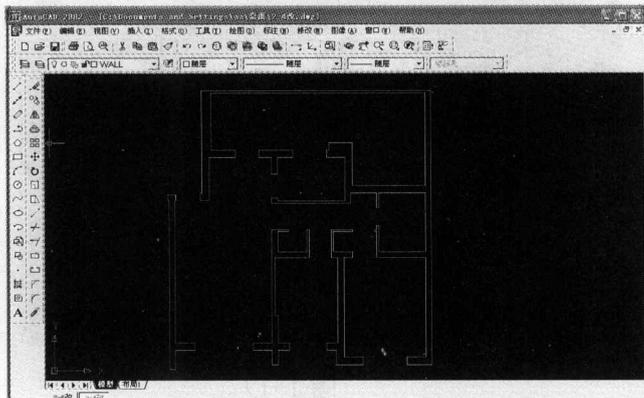

图 1-14
(4) 回到 CAD 中, 将文件命名为窗文件, 所要调整的部分是窗高范围内的部位, 平面图的形式是门窗部位都是洞口形式, 结果如图 1-14 所示。